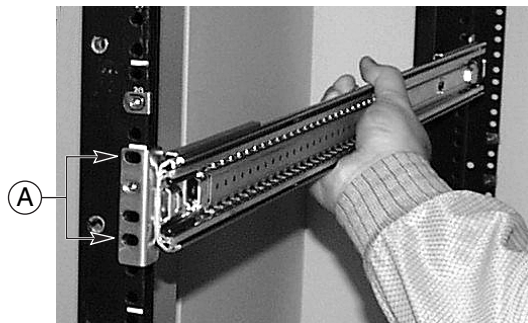

Figura 8 Conjunto deslizante alinhado com os orifícios na prateleira
A Figura 8 mostra o conjunto deslizante alinhado com os orifícios na prateleira. Os orifícios são identificados com a letra “A.”
4. Conforme mostra a Figura 8, insira dois parafusos nos orifícios do suporte frontal e da prateleira. Atarraxe os parafusos para fixar a frente do conjunto deslizante à prateleira.